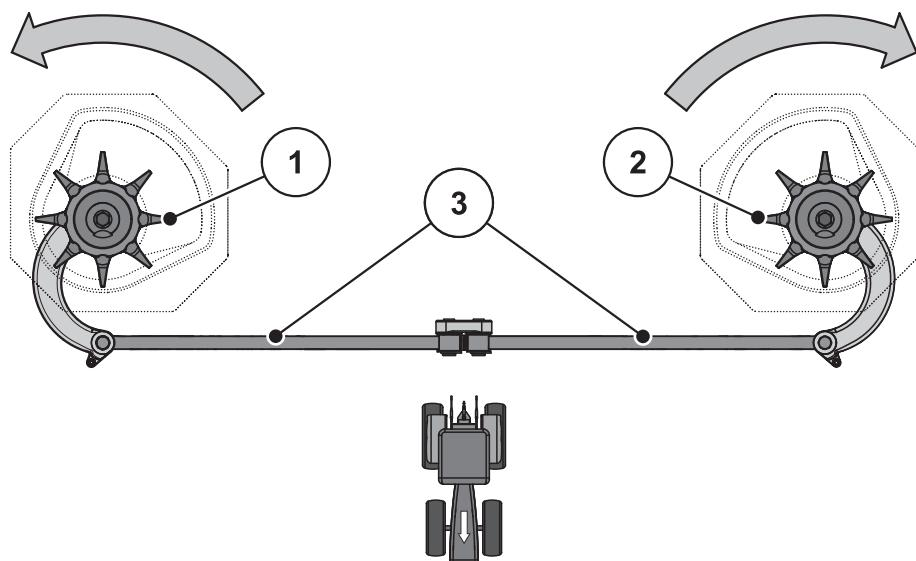

Рисунок 10.13:Проверка привода мешалки
2. Поверните рукой головку мешалки **в направлении вращения разбрасывающего диска**. См. Рис. 10.13.
3. Поверните головку мешалки с усилием рукой или с помощью ленточного масляного фильтра **против направления вращения разбрасывающего диска**. См. Рис. 10.13.